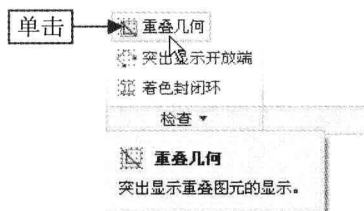

图 3-89 单击“重叠几何”按钮
Step 02 在“功能区”选项板的“草绘”选项卡中，单击“检查”面板中的“重叠几何”按钮，如图 3-89 所示。